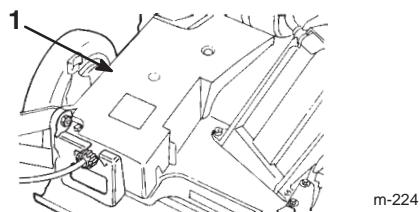

Bild 22
3. Entfernen Sie die Schrauben, mit denen die Riemenabdeckung (Bild 22) am Rasenmähergehäuse befestigt ist.